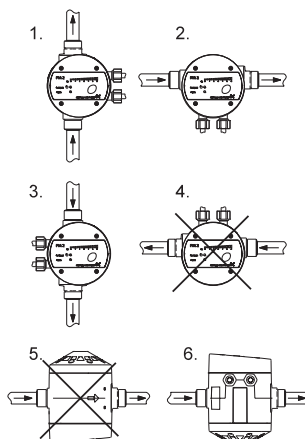

Рис. 4 Допустимые положения блока PM 2 при монтаже
**Для предотвращения попадания воды в блок PM 2 рекомендуется не располагать блок PM 2 кабельным подключением вверх (см. рис. 4).**
**Если перекачиваемая жидкость содержит твёрдые частицы, то рекомендуется не располагать блок РМ 2 также и в положении «б» (см. рис. 4), чтобы избежать осаждения частиц во встроенном гидробаке блока автоматики.**